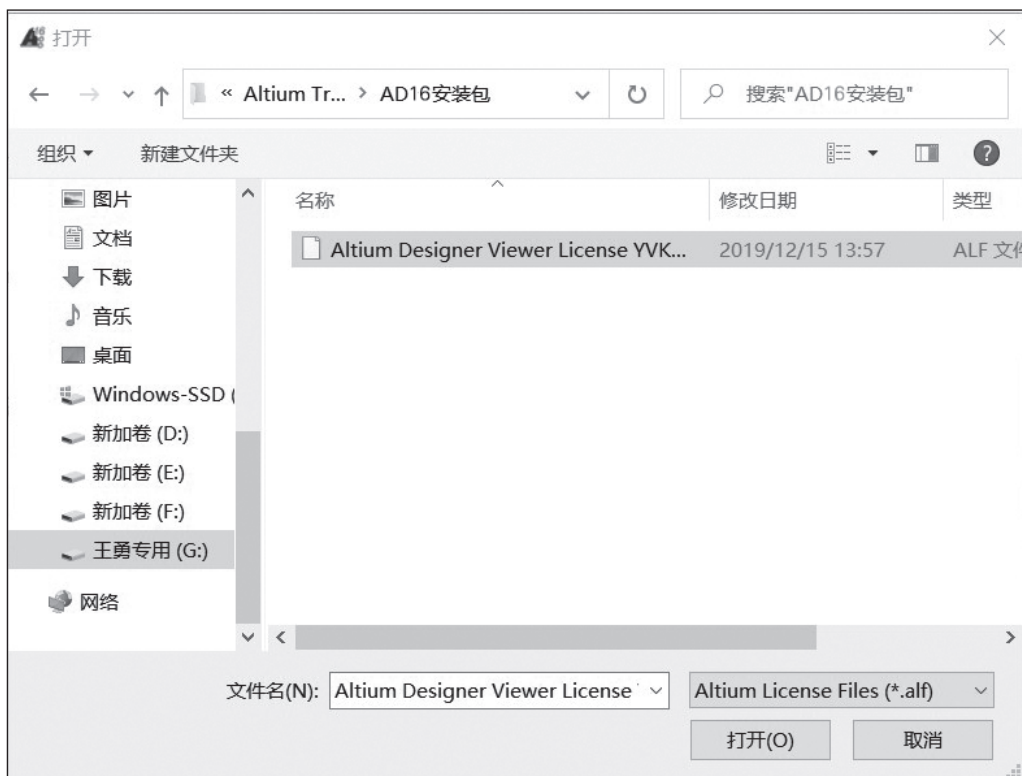

图 1-13 查找静态授权文件路径
(6) 单击图 1-11 所示的框内文字，进行静态许可文件的安装，单击后就会出现图 1-13 所示的界面。